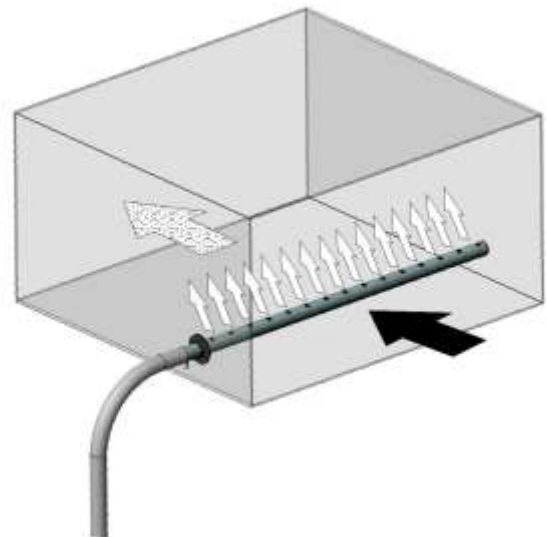

Fig. 41
**Remarque :** La pression d'air maximale dans le conduit d'air ne doit pas dépasser 1.200 Pa (fig. 41).